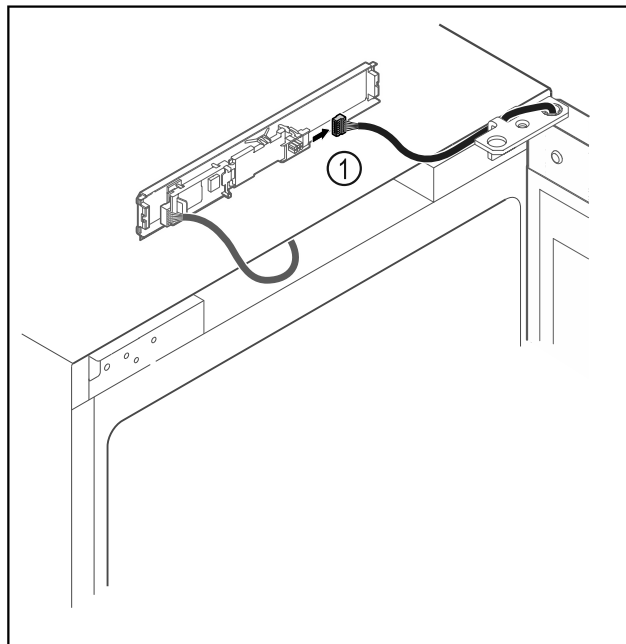

Fig. 18
- ▶ Tõmmake pistik Fig. 18 (1) trükkplaadist välja.